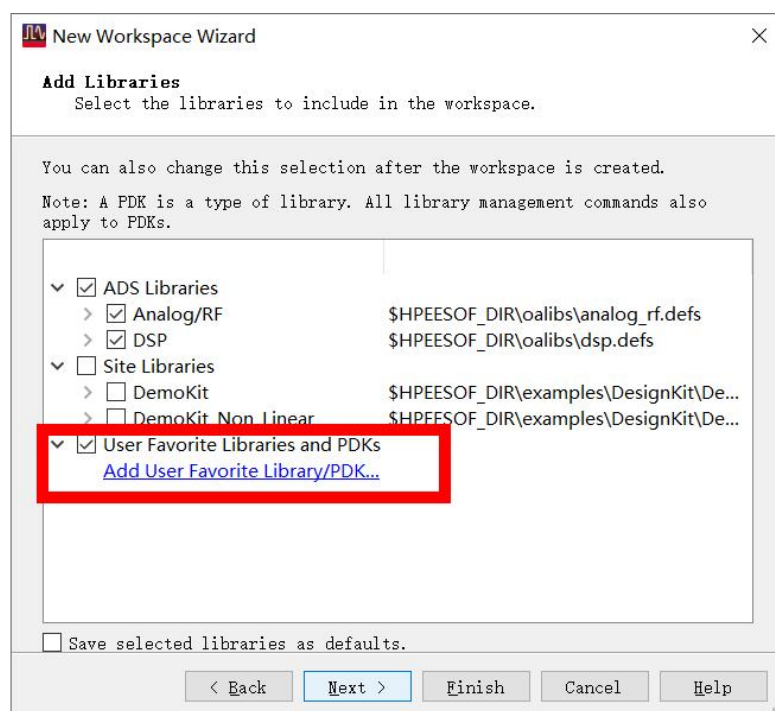

图 5.1
(1)新建一个工程“LNA_AT54143_wrk”。执行菜单命【File】-【New】-【Work-space】此时弹出一个新建工程向导，按照向导一步一步地设置，如图5.1所示。